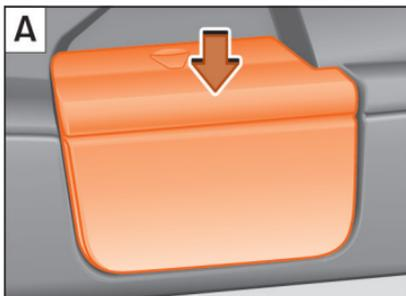

Abb. 169 Abdeckung der Aufnahme der Gepäckraumabdeckung abnehmen A und sicher verstauen B.
- Abdeckungen der Aufnahmen in den Seitenverkleidungen abnehmen » » **Abb. 169 A**. Dazu von oben auf die Abdeckung drücken (Pfeil) und Abdeckung abziehen.
- Öffnen Sie das Ablagefach in der Seitenverkleidung hinten links im Gepäckraum » » **Seite 181** und hängen Sie die Gepäckraumabdeckung an der Rückseite des Ablagefachdeckels ein » » **Abb. 169 B**.